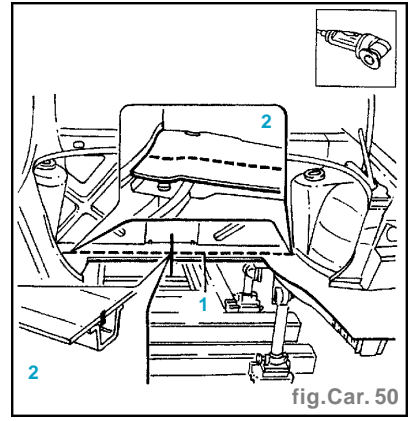

fig. Car. 50
- Des sections de la découpe représentant les points les plus significatifs sont indiquées, afin de permettre à l'opérateur de régler la position et la profondeur de la découpe, de manière à ne pas endommager les tôles sous-jacentes (2).
- Déposer le plancher dans la zone centrale (3).
- Utiliser la scie circulaire et suivre les lignes hachurées, comme l'indique l'illustration (1) (fig. Car. 50).